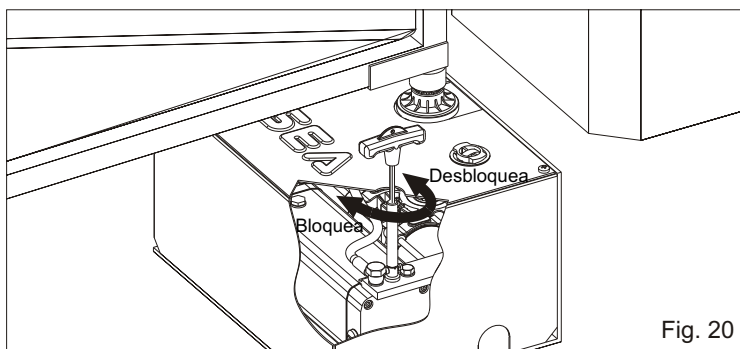

Fig. 20
- Inserir la llave en la prolongación de desbloqueo y girar la manilla de más o menos 180° en sentido directo (Fig. 20).